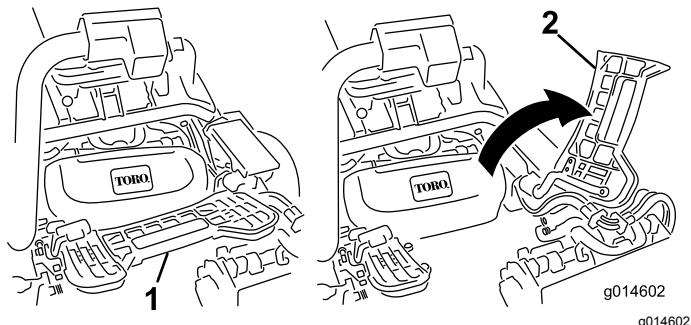

図 28
1. フットレストを跳ね上げて開き、中央カッティングユニット取り付け位置へのアクセスを確保する図28。